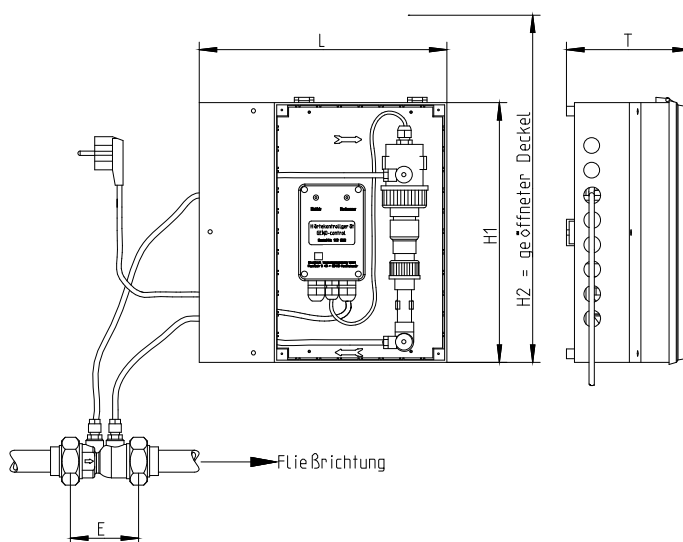

Abb. 1.1: GENO-control Einbauschema und Maßzeichnung
- Schläuche wie auf der Zeichnung abgebildet anschließen (siehe Abb. 1.1).